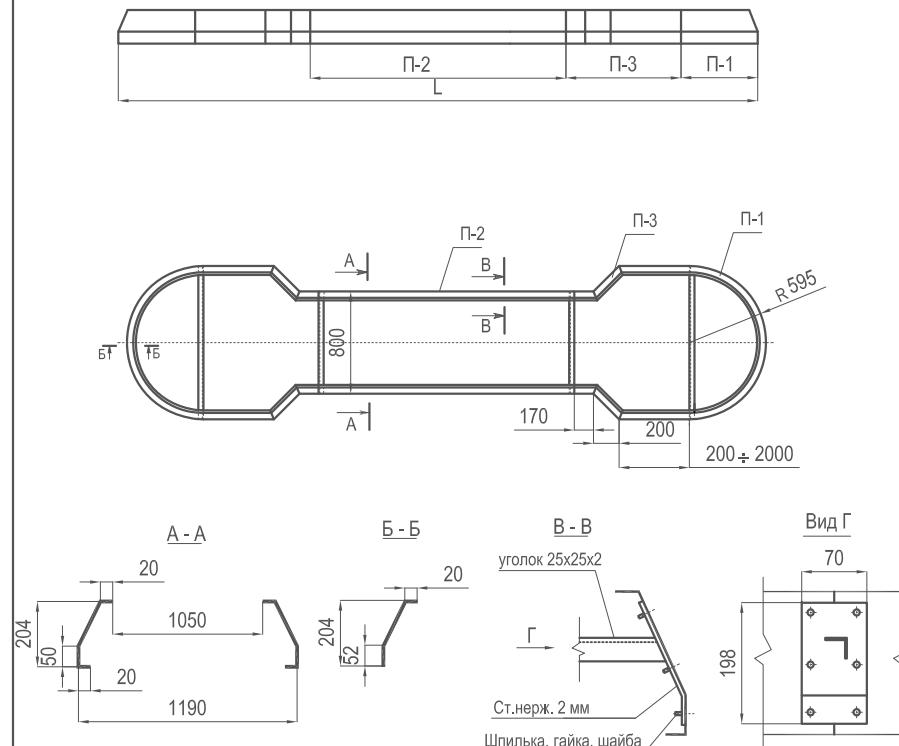

Рис. 1
- 2.2. Конструкция и основные размеры островка представлены на рис.1.